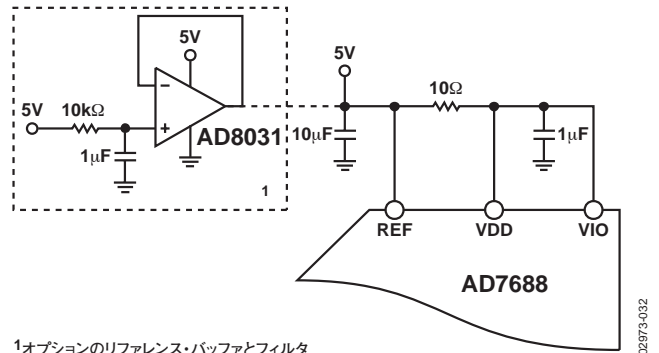

図33. アプリケーション回路の例
アプリケーションを簡素化するため、動作電流の小さいAD7688は、図33に示すようにリファレンス回路から直接電力を供給することもできます。リファレンス・ラインの駆動には以下のような方法があります。
- 図33に示すようにAD8031のようなシステム電源のフィルタリングもできるリファレンス・バッファから。